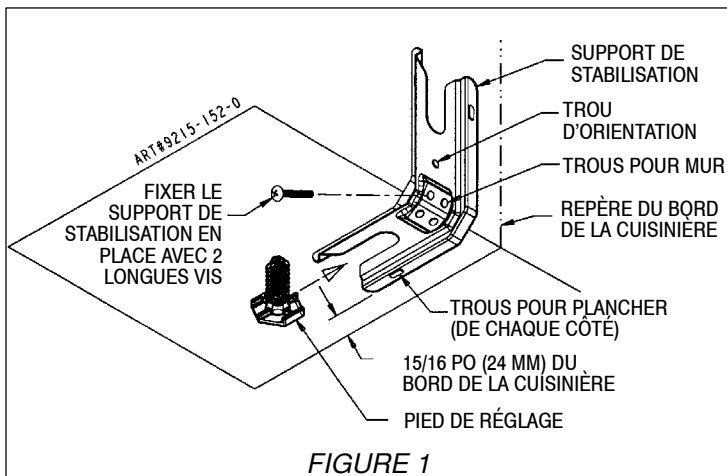
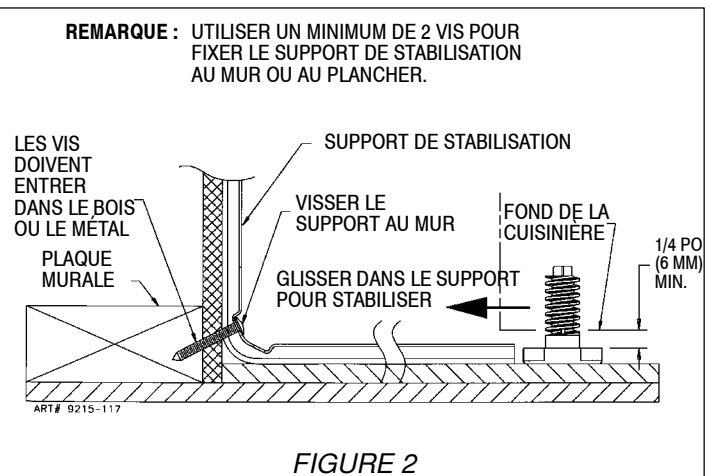

FIGURE 1
FIGURE 2
ÉTAPE 1 - Emplacement du support (voir figure 1)
- Placer le SUPPORT à 15/16 po (24 mm) de la marque " BORD " en allant vers le centre de l'ouverture et contre le mur arrière tel qu'indiqué à la figure 1, le trou d'orientation étant contre le mur.
- Utiliser le support comme gabarit et marquer l'emplacement de tous les trous pour le type de matériau sur lequel le support doit être fixé, tel qu'indiqué à la figure 1.
- Plancher : Déterminer le centre des deux trous identifiés par " TROUS POUR PLANCHER " à la figure 1. Percer un trou de positionnement de 1/8 po (3 mm) au centre de chaque trou (un clou ou un poinçon peut également être utilisé si une perceuse n'est pas disponible). Fixer le support de STABILISATION au plancher à l'aide des deux vis fournies. Passer à l'ÉTAPE 3.
- Mur : Déterminer le centre des deux trous identifiés par " TROUS POUR MUR " à la figure 1. Percer un trou de positionnement de 1/8 po (3 mm) au centre de chaque trou (un clou ou un poinçon peut également être utilisé si une perceuse n'est pas disponible) tel qu'indiqué à la figure 2. Fixer le support de STABILISATION au mur à l'aide des
deux vis fournies tel qu'indiqué à la figure 2. Passer à l'ÉTAPE 3.
- On trouve des vis convenant au ciment ou au béton dans les quincailleries. Percer les trous de positionnement de la grandeur correspondante à celle des vis obtenues en quincaillerie au centre des trous identifiés " TROUS POUR PLANCHER " à la figure 1. Fixer le support de STABILISATION au plancher. Passer à l'ÉTAPE 3.
REMARQUE : Un dégagement minimum de 1/4 po (6 mm) est exigé entre la cuisinière et le pied de mise à niveau qui va s'insérer dans le support de stabilisation (voir figure 2).